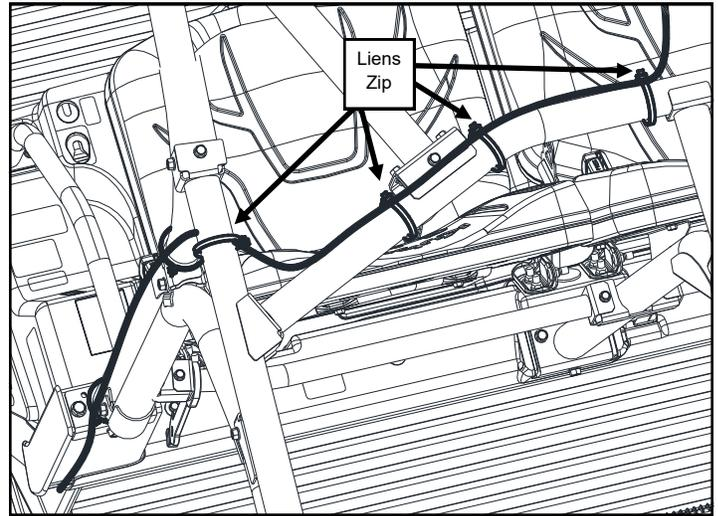

Fig. 12 (montré avec la verrière enlevée)
12. Acheminez le harnais sur le côté du tube ROPS vertical côté conducteur, sous le haut du tube supérieur latéral du conducteur et le long du tube central comme le montre la fig. 12.
14. À partir de la batterie, retirez le plus de mou possible du harnais et utilisez des attaches zippées fournies pour fixer le harnais de fil au tube ROPS. Voir fig. 12.